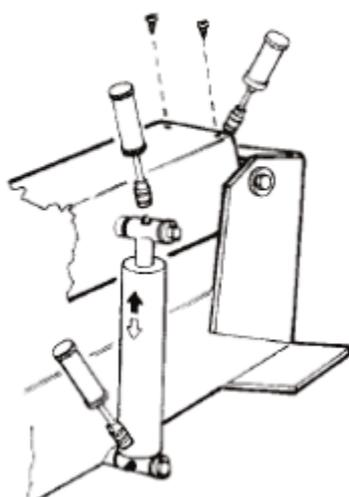

Рис. 32
2) Время от времени наносить консистентную смазку на подъемный цилиндр кронштейна нажимного устройства и на его поворотный механизм. Наносите смазку через штуцеры (см. рис.32).